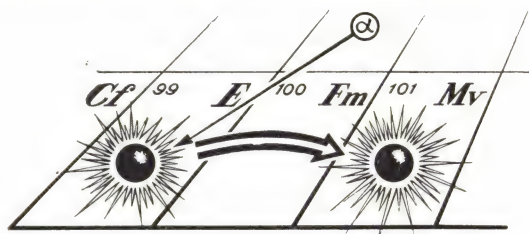

Рис. 20. Теряя  $\alpha$ -частицу, калифорний превращается в менделевий.
**Менделевий** был получен следующим образом (рис. 20). На листочек тончайшей золотой фольги нанесли совершенно невидимое покрытие, состоящее приблизительно из одного мил-